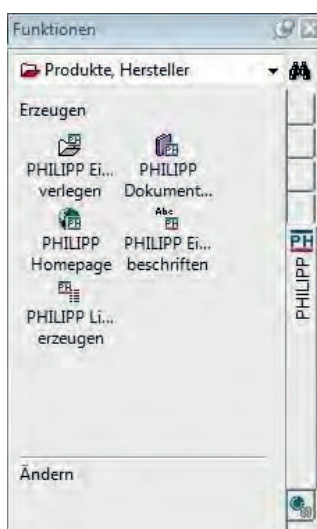

Abb. 5: Palette Funktionen – Produkte, Hersteller
12. Nach der Installation starten Sie Allplan Precast 2010. Sie finden die PHILIPP Einbauteile entweder über die Palette **Funktionen** unter **Erzeugen** (s. Abb. 5) oder über die Menüleiste **Erzeugen/Produkte, Hersteller/PHILIPP**.
1. Klicken Sie auf **PHILIPP Einbauteil verlegen** (s. Abb. 5).